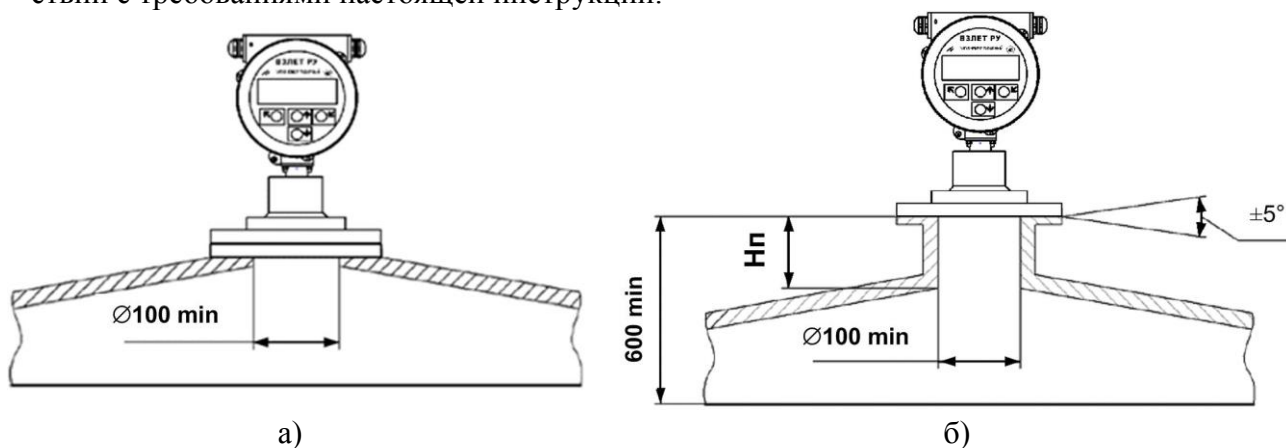

Рис.10 - Рекомендуемые варианты монтажа уровнемера.
5.1 На рис.10.а и 10.б показаны примеры монтажа прибора, выполненного в соответствии с требованиями настоящей инструкции.
На рис.10.а показан монтаж прибора на фланец резервуара без использования патрубков и вариант 10.б с использованием установочного патрубка.